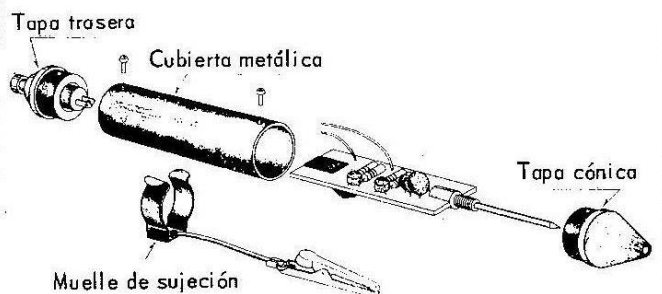

Fig. 6 - Despiece y disposición de montaje del inyector de señales.
3) Montar el muelle de contacto en el circuito impreso (figura 4). Montar la pila de mercurio en la posición indicada en la figura 5. Introducir la cubierta cónica en la punta de prueba (fig. 6).
5. Montar el circuito impreso en el interior de la caja metálica (fig. 6), pasando previamente por su interior las dos